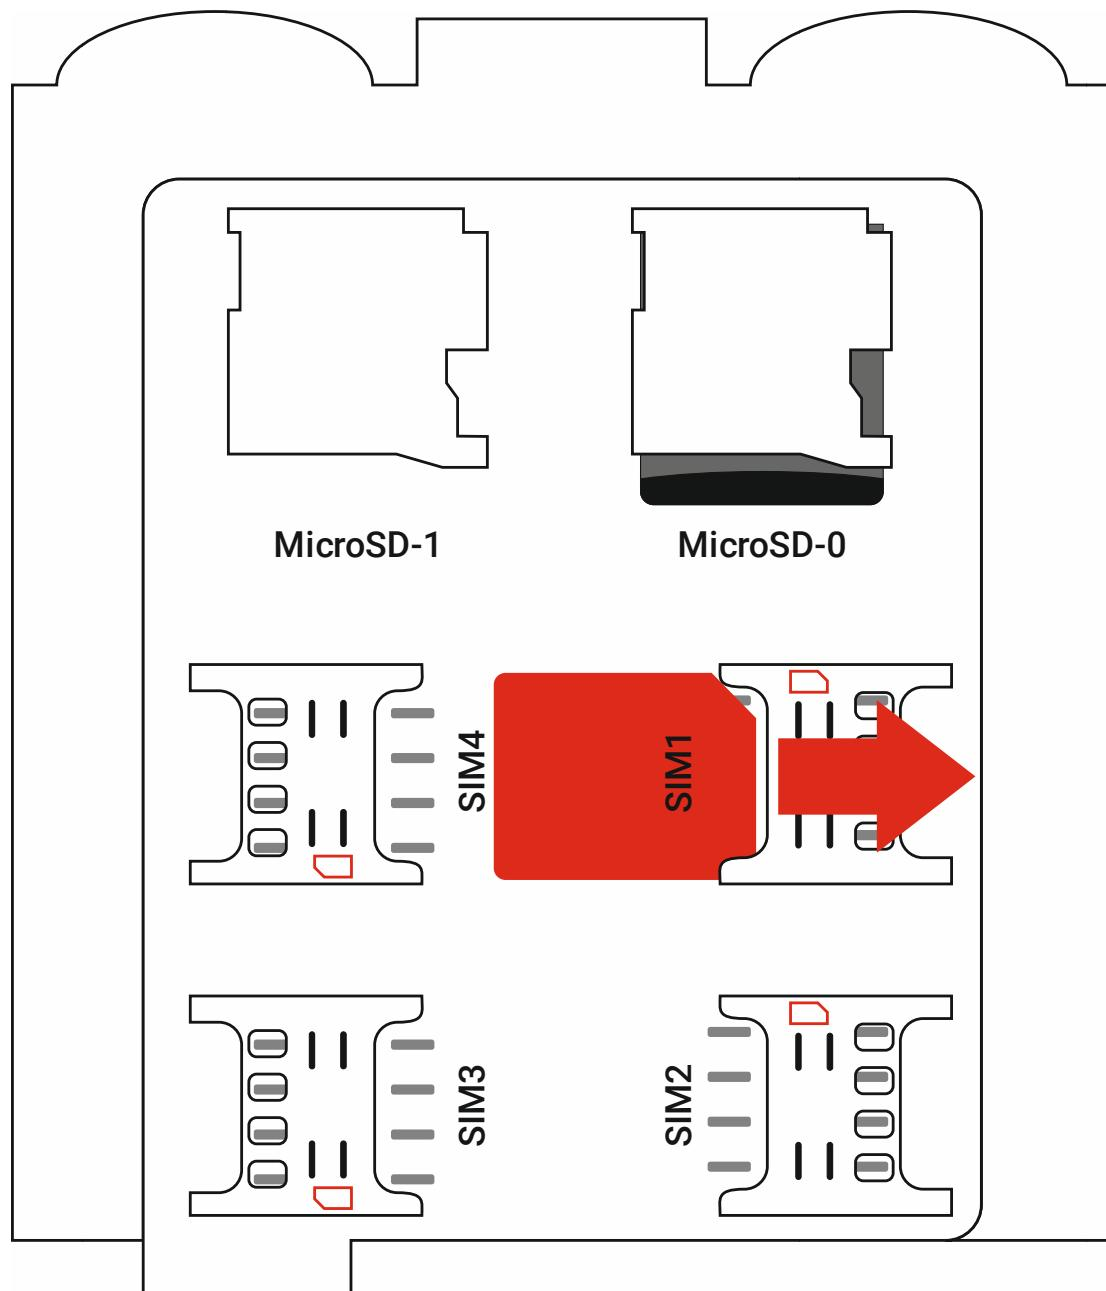

Рисунок 3. Установка SIM-карт
- 8.7. Для работы прибора в VPN-сети необходимо поместить файл «vprn.json»² с корректными настройками подключения на внешний накопитель, устанавливаемый в разъем MicroSD-1 (см. рисунок 3). Описание файла «vprn.json» приведено в руководстве по эксплуатации³.
Для ручной настройки сетевых параметров (IP-адрес, шлюз, маска, DNS) необходимо поместить файл «network.json»⁵ на внешний накопитель, устанавливаемый в разъем MicroSD-1 (см. рисунок 3). Перед этим откройте файл любым текстовым редактором (например, Notepad) и введите параметры в соответствии с конфигурацией вашей сети. При необходимости уточняйте параметры сети у вашего системного администратора.